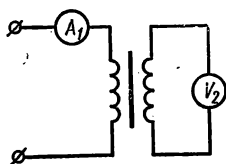

Рис. 2.63
4. Взаимную индуктивность можно определить методом амперметра и вольтметра. Подключив одну из катушек к источнику переменного тока (рис. 2.63), измеряют силу тока в первой катушке и наведенную э. д. с. взаимной индукции во второй. Взаимную индуктивность можно рассчитать по формуле
6. Собрать цепь (см. рис. 2.63) для измерения взаимной индуктивности катушек трансформатора и показать ее преподавателю для проверки.